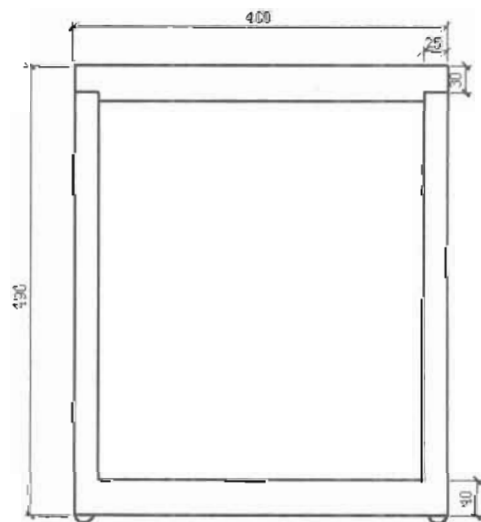

图 4-189
(6) 选择“绘图>圆>两点”菜单命令, 捕捉左下角的端点为起点, 然后在命令行中输入“@0,10”, 使用两点法绘制一个半径为 10mm 的圆, 然后用 Trim (修剪) 命令剪掉一半, 再将其复制到右下角, 如图 4-189 所示。